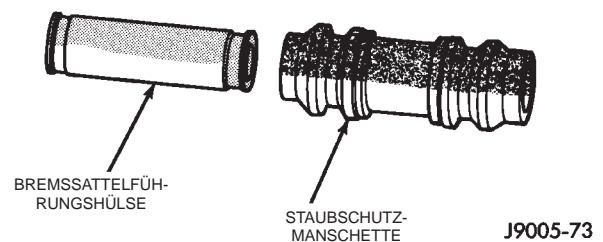

Abb. 69 Führungshülse und Staubschutzmanschette/Bremsattelschraube
(7) Führungshülsen und Staubschutzmanschetten der Bremsattelschrauben entfernen (Abb. 69).